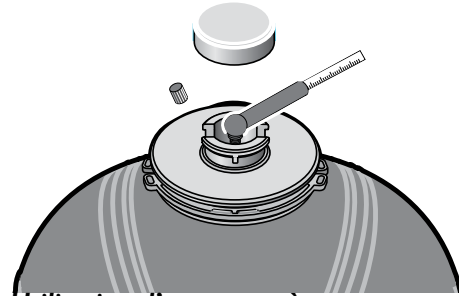

Figure 3 : Utilisation d'un manomètre pour pneus pour vérifier la précharge dans la vessie d'air
2. Enlevez le bouchon de la pièce polaire (obturateur), puis vérifiez la pression d'air à l'aide de la valve logée en haut du réservoir avec un manomètre pour pneus standard. Voir la Figure 3. La pression d'air doit être de 14 kPa inférieures au réglage du pressostat de démarrage de la pompe (si le pressostat se ferme à 210 kPa, la pression dans le réservoir doit être de 196 kPa).
4. Rechargez le réservoir à la pression d'air adéquate (voir la Figure 3) conformément au Tableau 1. Reposez le bouchon de la valve et le bouchon de la pièce polaire (obturateur). Rétablissez le courant alimentant la pompe.